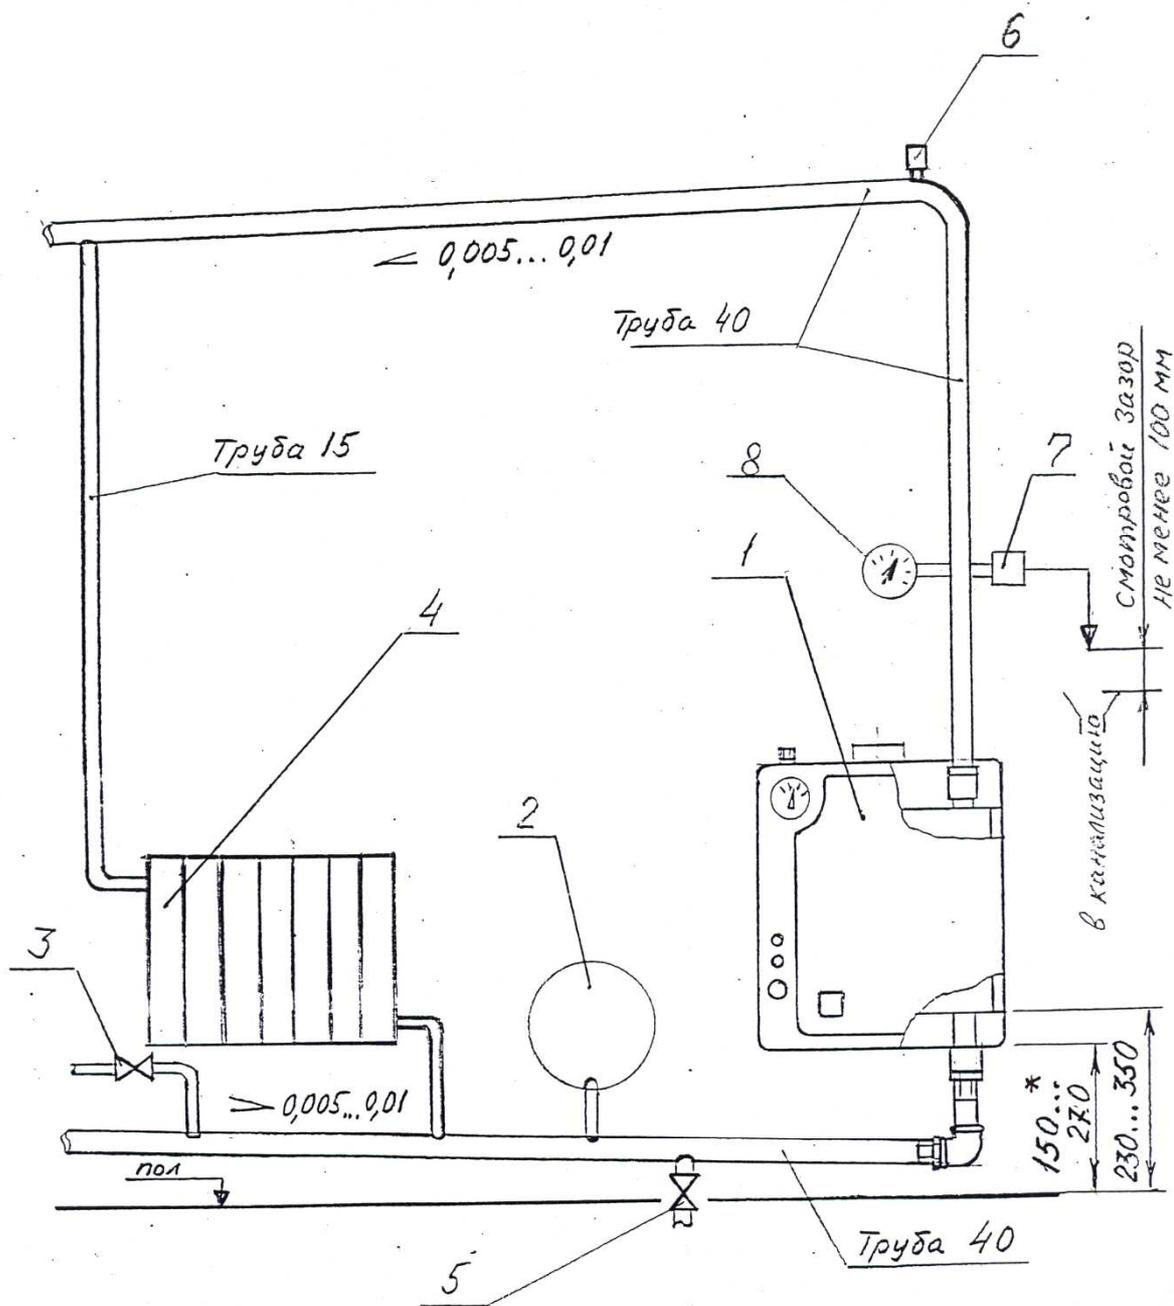

Рис. 6 Рекомендуемая схема разводки закрытой отопительной гравитационной системы.
Варианты схем систем отопления показаны на рис. 6, 7, 8.
ПРИМЕЧАНИЕ. Для закрытых отопительных систем наполнительное давление воды в системе при температуре воды 20°C должно быть на 20 кПа больше минимального давления, обозначенного на манометре поз.8 (см. рис. 6, 7, 8) специалистом, вводящим систему в работу.
5) при закрытой отопительной системе контролировать давление в системе по манометру поз.8 (см. рис.6, 7, 8), при необходимости отрегулировать давление в системе в пределах рабочего поля, обозначенного на манометре специалистом, вводящим систему в работу, в зависимости от температуры отопительной воды в системе в данный момент добавлением или сливом воды.